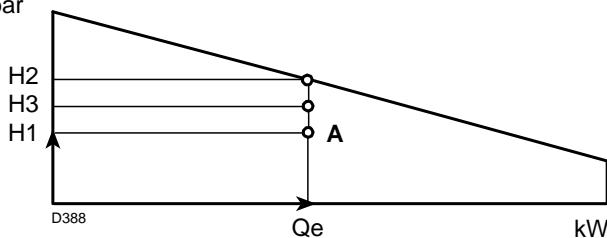

Fig. 3
punto A)(Fig. 3) que debe permanecer dentro del campo de trabajo
- Si H3 es mayor que H1, como en Fig. 3, el quemador puede distribuir el caudal requerido.